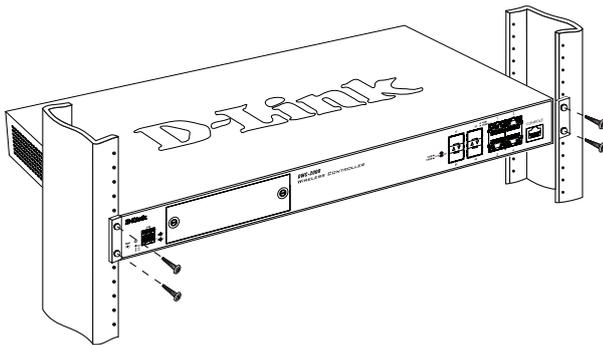

Abbildung 6. Montage im Rack
2. Befestigen Sie das Gerät mithilfe der mit dem Rack gelieferten Schrauben im Geräte rack (**siehe Abbildung 6**).